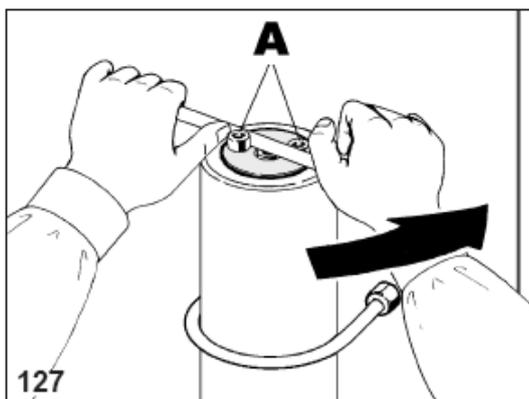

Рис.6.
- Отвинтите внешнюю крышку корпуса фильтрующей системы, используя рычаг между винтами "А" (Рис.6);